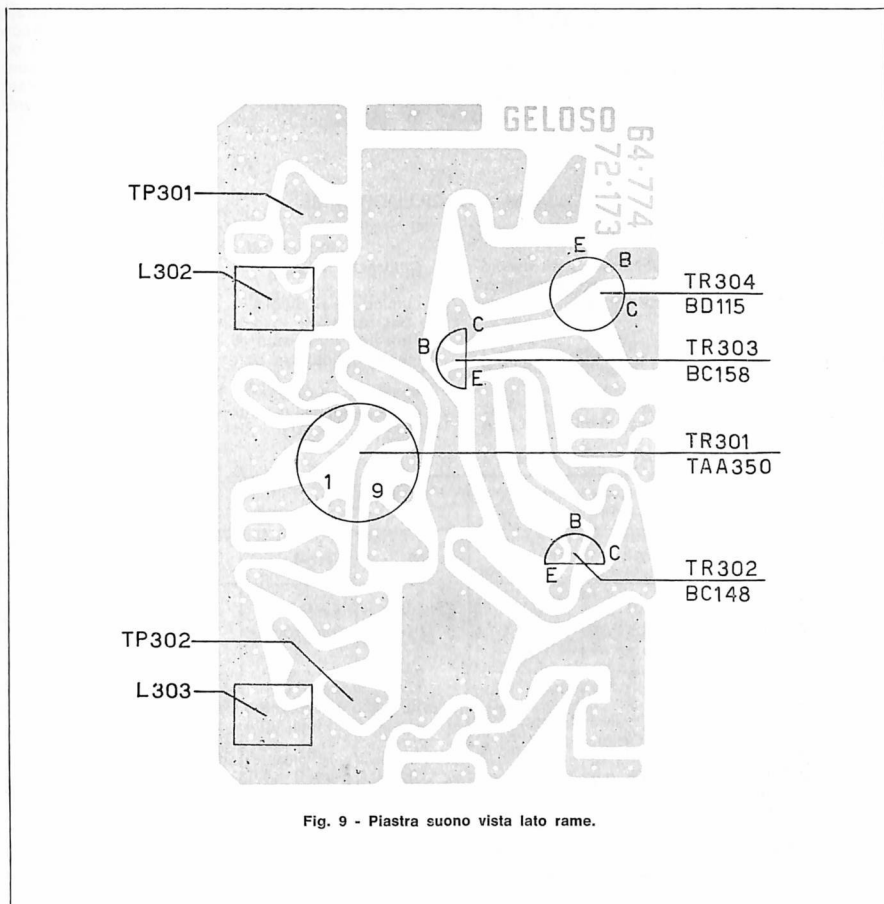

Fig. 9 - Piastra suono vista lato rame.
a) Utilizzando la nota fissa che trasmette la stazione RAI in presenza del monoscopio; collegando un millivoltmetro ai capi dell'altoparlante si regola la bobina L 303 per la massima uscita e la L 302 per il minimo rumore di fondo (fig. 9).
il segnale di ingresso deve essere circa di 100 μ V. con deviazione 225 KHz. (fig. 9).